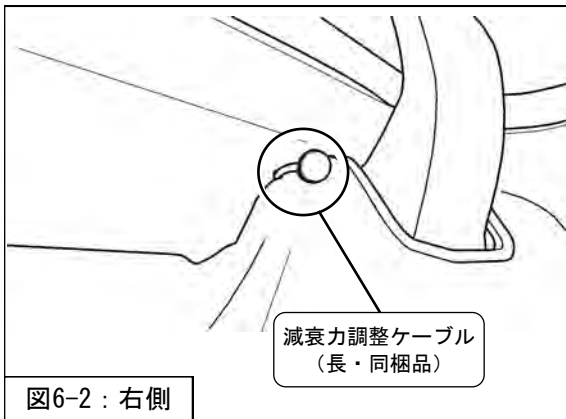
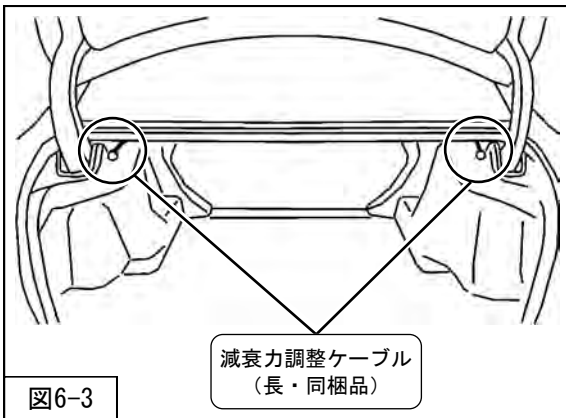

図6-2：右側
図6-3
4. トランク内装の間からケーブルを出してください。(図6-2・図6-3)